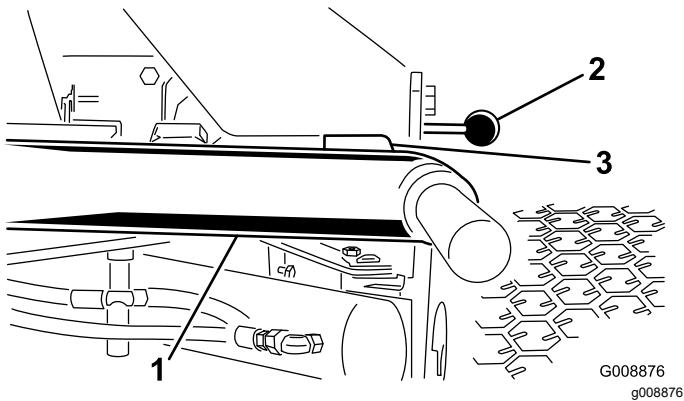

Figure 11
1. Mettez le moteur en marche, relevez les plateaux de coupe et vérifiez qu'un espace de 5 à 8 mm sépare chaque bras de relevage du support de la plaque de plancher (Figure 11).